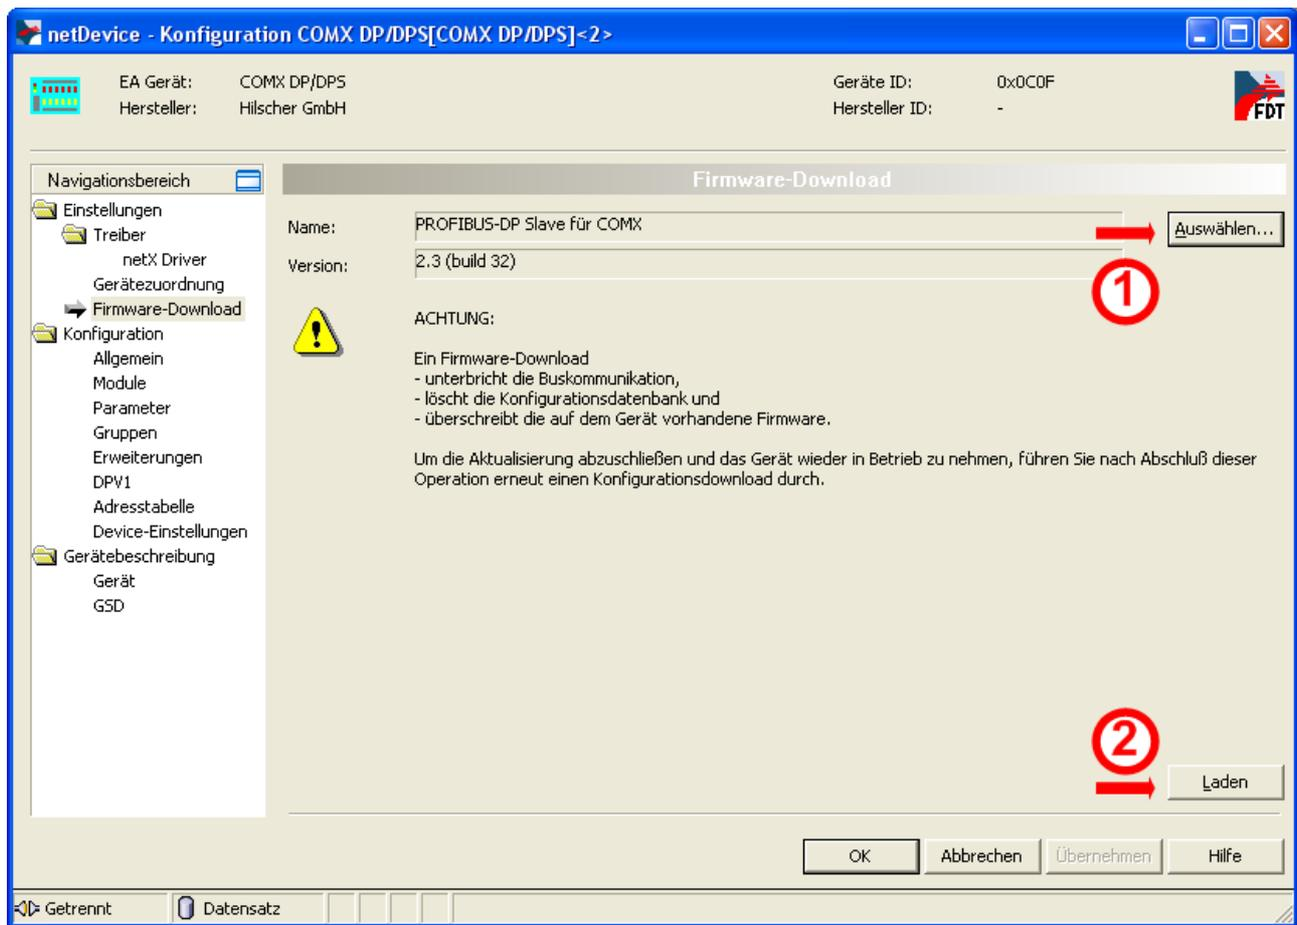

Abbildung 44: Firmware-Download mit SYCON.net (nach Auswahl der Firmware)
- Öffnen Sie mit der Schaltfläche „Auswählen“ (Abbildung 44: Firmware-Download mit SYCON.net (nach Auswahl der Firmware), siehe ① oben rechts) einen Dateiauswahldialog.
- Klicken Sie auf die Schaltfläche „Laden“, um den Firmware-Aktualisierungs-Prozess zu starten. (siehe Markierung ② in Abbildung 44: Firmware-Download mit SYCON.net (nach Auswahl der Firmware),)